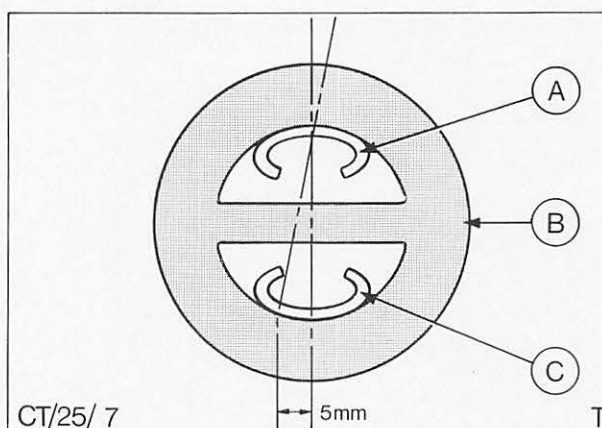

Abb. 14 A = Auspuffhalter an Bodengruppe
10. Auspuffanlage ausrichten. Darauf achten, daß die Gummi-Stegschlaufen nicht verspannt sind, Abb. 14, und daß die Anlage an keiner Stelle die Bodengruppe bzw. Hinterachse berührt. Außerdem auf richtigen Sitz der Vorderrohre an den Auspuffkrümmern achten.